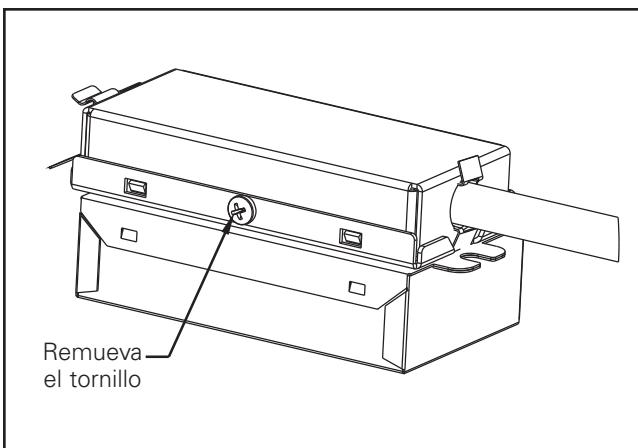

Figura 10
- Remueva el tornillo de la tubería de servicio (consulte la figura 10).